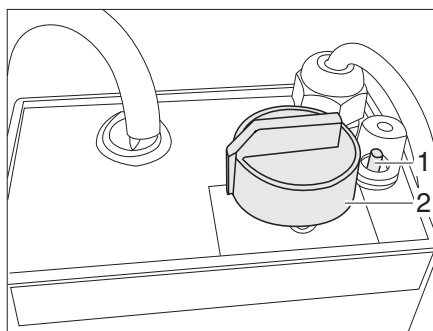

Fig. 117 Regolatore per riscaldamento elettrico del pavimento
- Ruotare il pomello girevole (Fig. 117,2) sulla potenza di riscaldamento desiderata.
- Ruotare il pomello girevole (Fig. 117,2) sulla posizione "0".
In caso di sovraccarico del regolatore, si attiva la protezione contro il surriscaldamento. Il perno (Fig. 117,1) scatta all'infuori.
- Una volta raffreddato il regolatore, premere il perno (Fig. 117,1) della protezione contro il surriscaldamento.